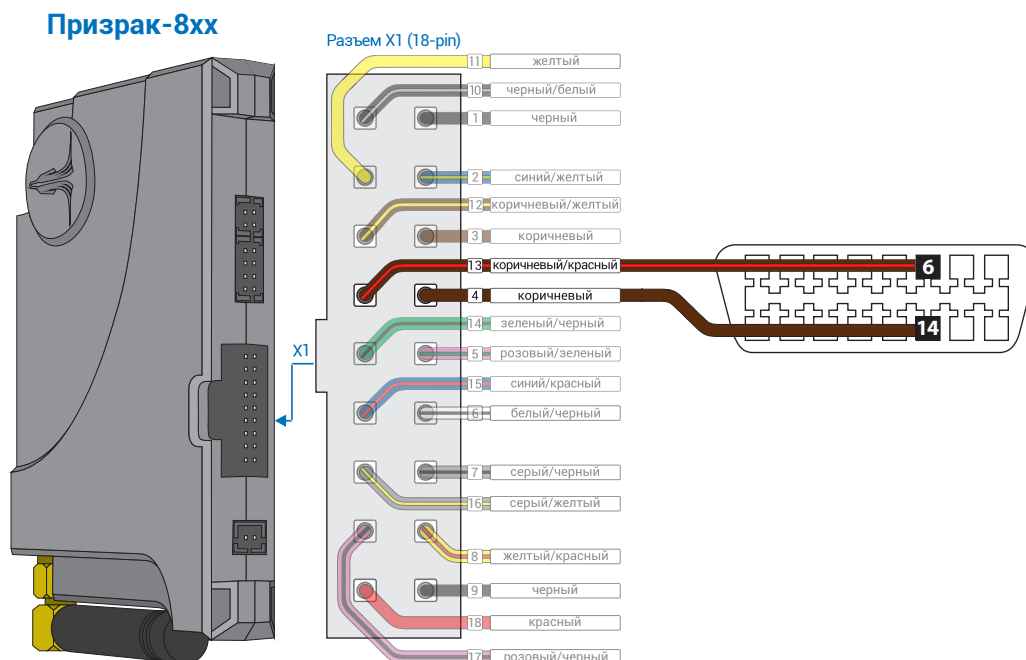

Рис. 1 Призрак-8xx
1. Осуществите подключение CAN-шины (см. рис. 1) и согласуйте систему Призрак с а/м (см. Integrator).